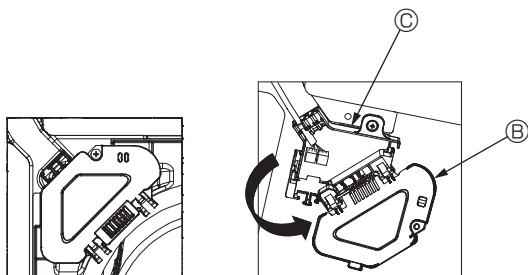

Fig. 5-5
- ③ Retire el tornillo que sujeta la cubierta de la caja de conexión, y luego abra la cubierta. (Fig. 5-5)
- ④ Coloque el conector del cable de enlace en la caja de conexión.
- ⑤ Instale la cubierta de alambre y la cubierta de la caja de conexión.